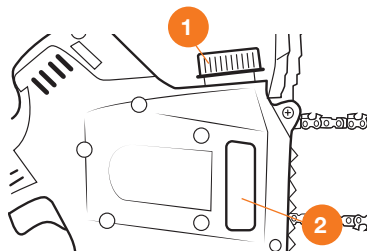

Рис. 4
- Открутите крышку масляного бака **1**, не допускайте попадания в бак инородных предметов и мусора (Рис. 4).